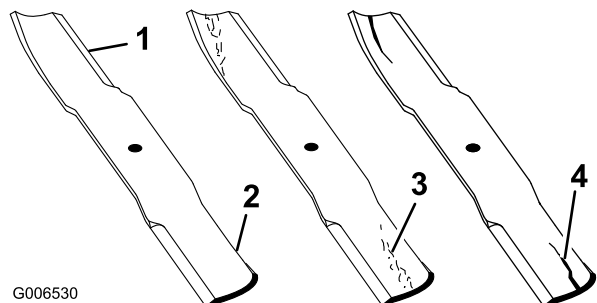

Bild 22
2. Prüfen Sie die Schnittkanten des Messers sorgfältig, insbesondere dort, wo die geraden Flächen die gebogenen berühren (Bild 22). Da Sand und anderes
reibendes Material das Metall abschleifen kann, das die flachen mit den gebogenen Teilen verbindet, müssen Sie das Messer vor jedem Einsatz der Maschine prüfen. Tauschen Sie das Messer aus, wenn Sie eine Abnutzung feststellen (Bild 22); siehe Entfernen des Schnittmessers“.
Wenn sich das Messer abwetzen kann, bildet sich ein Schlitz zwischen dem Windflügel und dem flachen Teil des Messers (Bild 22). Zuletzt kann sich ein Stück des Messers lösen und aus dem Gehäuse herausgeschleudert werden. Das kann zu schweren Verletzungen bei Ihnen selbst und Unbeteiligten führen.